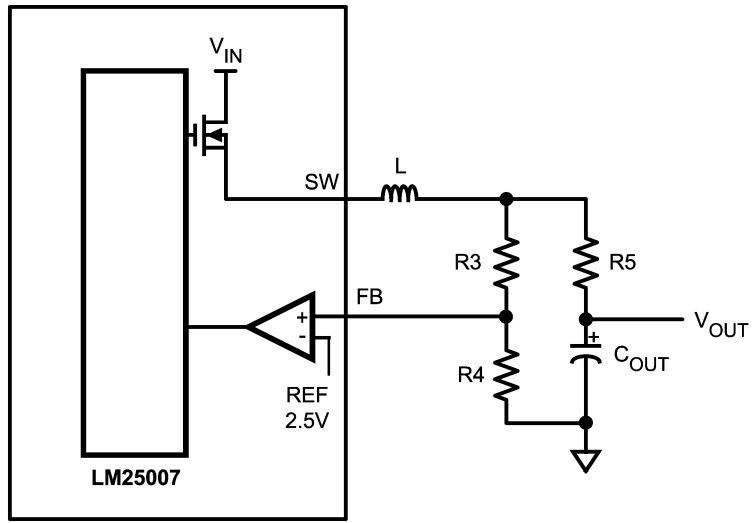

FIGURE 1. Low Ripple Output Configuration
出力電圧 (Vout) は Figure 1 に示すとおり、2 つの外部抵抗によって設定できます。レギュレートされた電圧は次式により求められます。
出力電圧のリップル成分を低く抑える必要があるアプリケーションでは、Figure 1 に示すように、負荷を低 ESR の出力コンデンサに直接接続できます。直列抵抗 (RS) は負荷レギュレーションを悪化させます。FB ピンのリップル電圧を大きくするもう 1 つの方法として、フィードバック用分割抵抗 R3 と並列にコンデンサを接続する方法があります。コンデンサを接続することによりフィードバック用ディバイダからのリップル電圧の減衰を少なくすることができます。